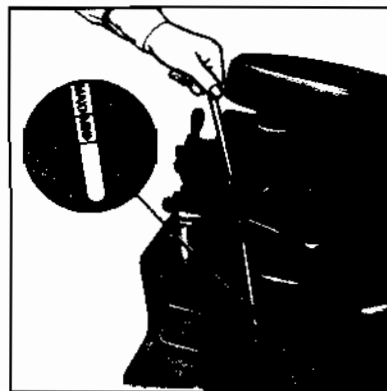

Fig. 13 Motorens
2. Trekk opp peilepinnen (fig. 13) og